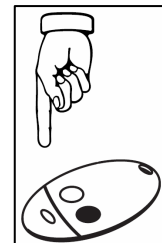

FIG. 10
5. La pantalla mostrará “Desired button” (botón deseado). Oprima el botón que quiera que active el portón como se muestra en la Fig. 10.